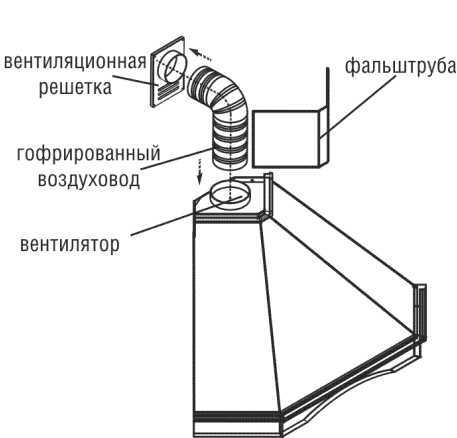
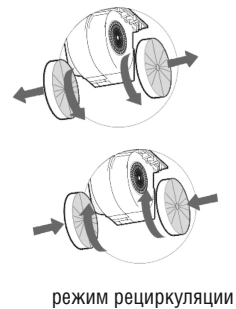

рис. 5
рис. 6
6.3 В зависимости от режима эксплуатации соедините вентилятор гофрированным воздуховодом с вентиляционной решеткой (рис. 5) или установите на вентилятор угольные фильтры (рис.6). Угольные фильтры устанавливаются на защитные решетки корпуса вентилятора путем легкого нажатия и поворота.